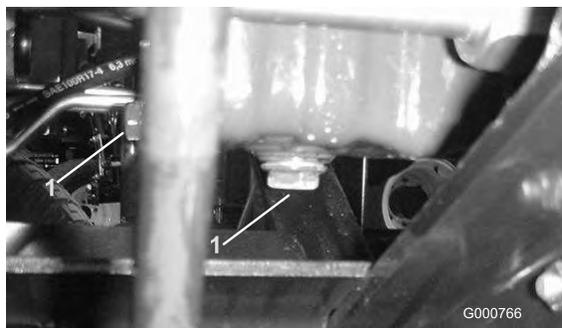

Bild 56
- Entfernen Sie die Ablassschraube (Bild 56) und lassen Sie das Öl in die Auffangwanne ab. Schrauben Sie die Ablassschraube wieder ein, nachdem das Öl abgelaufen ist.